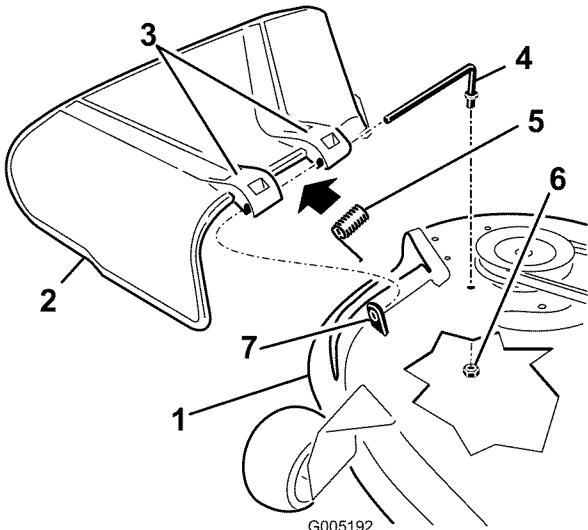

Figura 45
- Localice los elementos mostrados en la Figura 45.
- Retire la tuerca (3/8 pulg.) de la varilla (debajo del cortacésped) (Figura 45).
- Retire la varilla del espaciador corto, del muelle y del deflector de hierba (Figura 45). Retire el deflector de hierba dañado o desgastado.
- Vuelva a colocar el deflector de hierba (Figura 45).
- Coloque el muelle sobre la varilla, con los extremos de los alambres hacia abajo, y entre los soportes del deflector de hierba. Deslice la varilla por el segundo soporte del deflector de hierba (Figura 45).
- Introduzca la varilla, en la parte delantera del deflector de hierba, por el espaciador corto de la plataforma. Fije el extremo trasero de la varilla en el cortacésped con una tuerca (3/8 pulg.) (Figura 45).